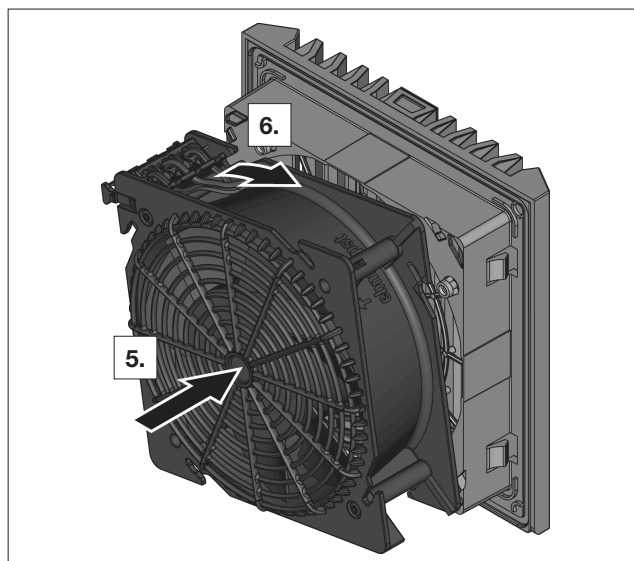

Fig. 9: Bloccaggio del fermo a baionetta
- Reinserrire l'alloggiamento del ventilatore nella cassetta del filtro (vedere fig. 9).